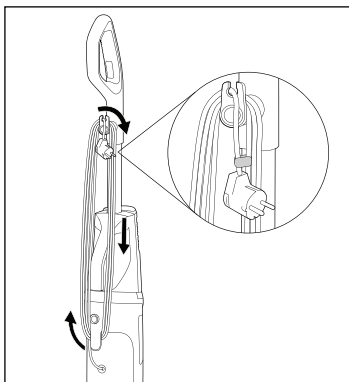

Fig. 3
- ♦ Enrolle el cable de red **17** completamente en el enganche superior e inferior del enrollacables **16/20** (consulte la fig. 3).